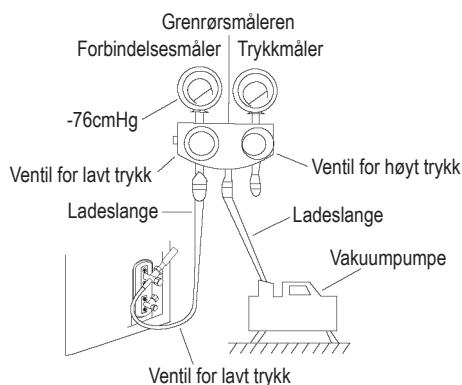

Fig. 8.1
2. Fjern det elektriske dekslet til utendørsenheten. Hvis den ikke har et deksel, demonterer du boltene fra vedlikeholdskortet og fjerner beskyttelseskortet. (Se fig. 8.1)